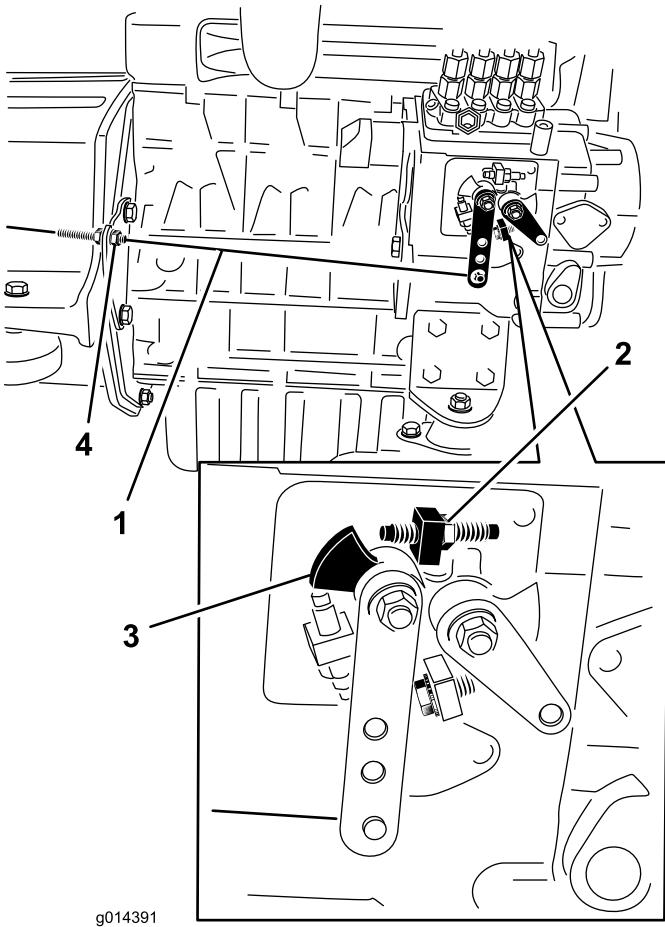

Figura 37
2. Compruebe la posición de la palanca de control de velocidad de la bomba de inyección de combustible del motor. La palanca de control de velocidad debe estar en contacto con el tornillo de alta velocidad cuando la palanca de control del acelerador está en la posición de Rápido (Figura 37).
3. Si es necesario, la posición de las contratuerca del cable de control del acelerador puede ajustarse hasta que la palanca de control de velocidad entre en contacto con el tornillo de alta velocidad cuando la palanca de control del acelerador está en la posición de Rápido (Figura 37). **No ajuste el tornillo de alta velocidad de la palanca de control de velocidad.**